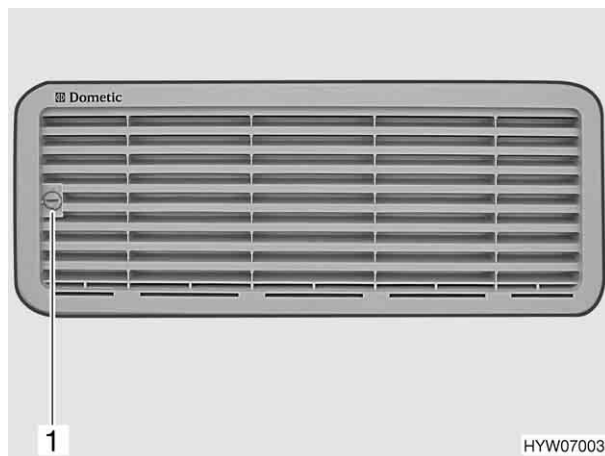

Fig. 97 Griglia di aerazione del frigorifero
- Con l'ausilio di una moneta ruotare la vite (Fig. 97,1) di un quarto di giro.